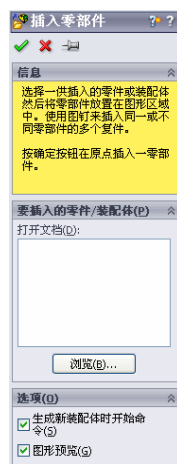

图 11-32 “插入零部件”属性管理器
① 插入壶身。选择菜单栏中的“插入”→“零部件”→“现有零件/装配体”命令，或者单击“装配体”工具栏中的“插入零部件”图标按钮，此时系统弹出如图 11-32 所示的“插入零部件”属性管理器。单击“浏览”按钮，此时系统弹出“打开”对话框，在其中选择需要的零部件，即壶身.sldprt，单击“打开”按钮，此时所选的零部件显示在如图 11-32 所示中的“打开文档”一栏中。单击对话框中的“确定”图标，此时所选的零部件出现在视图中。